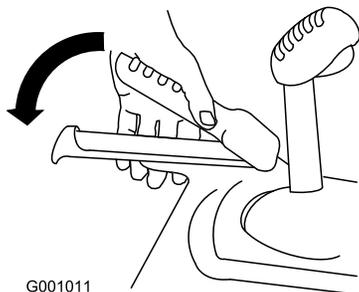

Bild 33
1. Drücken Sie zum Einkuppeln des Fahrtriebs den linken Hebel (Fahrtrieb) zum Handgriff (Bild 33).